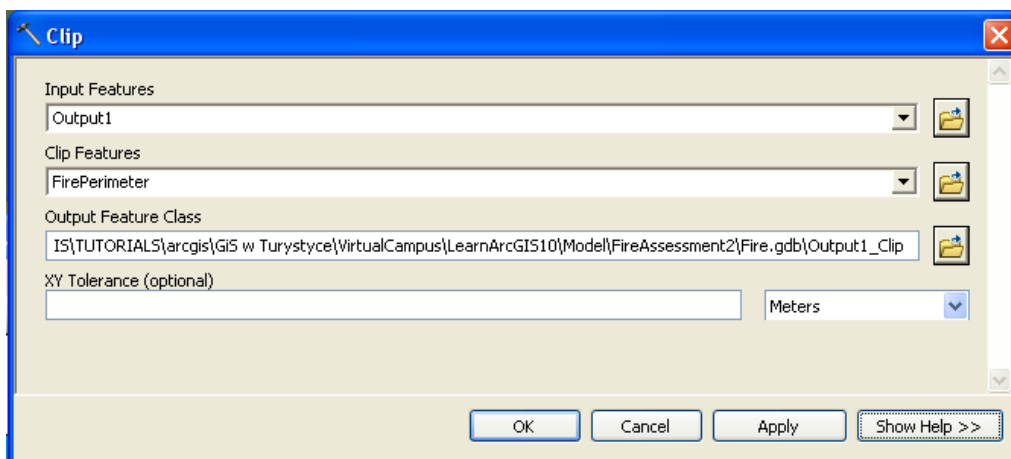

Fig. 12. Okno dialogowe narzędzia Clip
- c) *Klasa Obiektów Wyjścia* (Output Feature Class): Output1_Clip (Fig. 12).